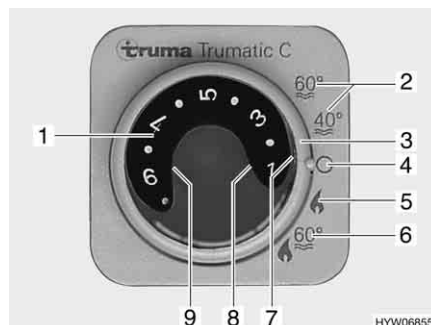

Fig. 159 Centralina di controllo per riscaldamento/boiler
- Impostare la modalità di funzionamento tramite l'interruttore girevole (Fig. 159,3).
A seconda della temperatura ambiente desiderata, il riscaldamento seleziona automaticamente il livello del bruciatore necessario. Al raggiungimento della temperatura ambiente desiderata, il bruciatore si spegne. Durante la modalità di funzionamento "Riscaldamento e boiler" (Fig. 159,6) è riscaldata anche l'acqua nel boiler. Nella modalità di funzionamento "Riscaldamento senza boiler" (Fig. 159,5) è possibile far funzionare il riscaldamento con il boiler vuoto.
- Impostare la manopola della temperatura (Fig. 159,1) sulla centralina di controllo scegliendo la potenza desiderata.
- Posizionare l'interruttore girevole (Fig. 159,3) su funzionamento invernale "Riscaldamento senza boiler" (Fig. 159,5) o "Riscaldamento e boiler" (Fig. 159,6).
Si accende la spia verde di controllo (Fig. 159,7).
- Posizionare l'interruttore girevole (Fig. 159,3) su "O" (Fig. 159,4).
La combinazione funzionamento a gas e funzionamento elettrico a 230 V diminuisce il tempo di riscaldamento (è possibile solo se il riscaldamento viene impostato sulla centralina di controllo (Fig. 159) su funzionamento invernale). Se viene selezionato il funzionamento elettrico a 230 V, la spia gialla di controllo si accende (Fig. 160,6).